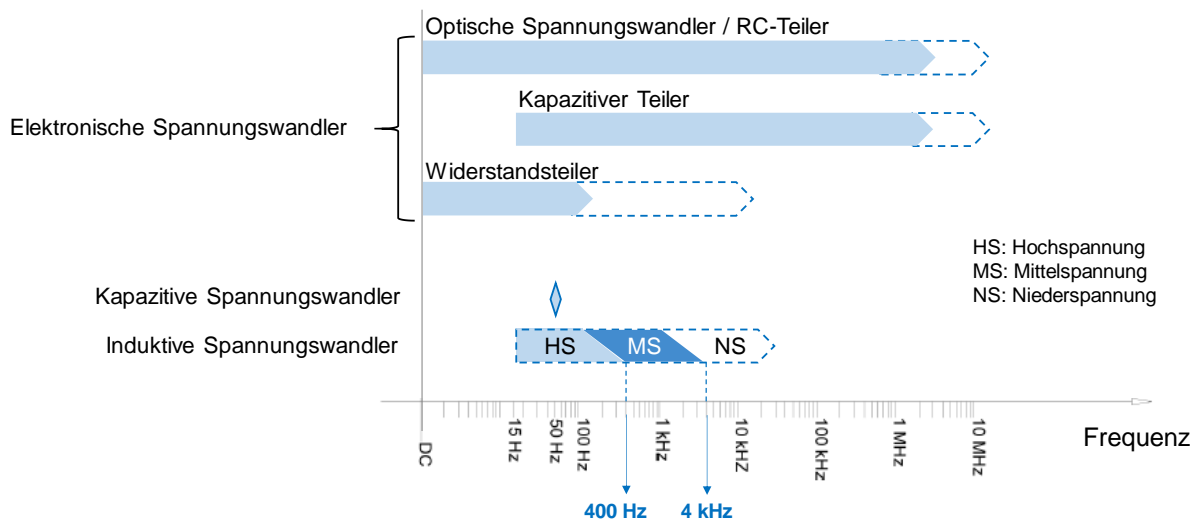

Abbildung 1. Frequenzbereich der Technologien von Spannungswandlern nach dem heutigen Kenntnisstand (IEC TR 61869-103:2012)
Die Erfassung von höheren Frequenzen (über 1 kHz) stellt besonders für Mittel-, Hoch- und Höchstspannungswandler eine Herausforderung dar. Die Abbildung 1 zeigt einen groben Überblick über den nutzbaren Frequenzbereich derzeit verfügbaren Technologien von Spannungswandlern. Die Technologien der Spannungswandler kann in die Gruppen der elektronischen, der kapazitiven und der induktiven Spannungswandler unterteilt werden. Wie in der Abbildung 1 dargestellt, ist die Bandbreite der induktiven Spannungswandler von deren Spannungsebene abhängig. So kann beispielweise in der Hochspannung (HS) die Bandbreite eines induktiven Spannungswandlers im Bereich von 15 Hz bis 400 Hz liegen, während in der Mittelspannung die Bandbreite Werte bis zu 4 kHz erreichen kann. Vergleichsweise kritischer ist die Situation bei kapazitiven Spannungswandler, welche hauptsächlich für Messungen bei Nennfrequenz (50 Hz) geeignet sind.